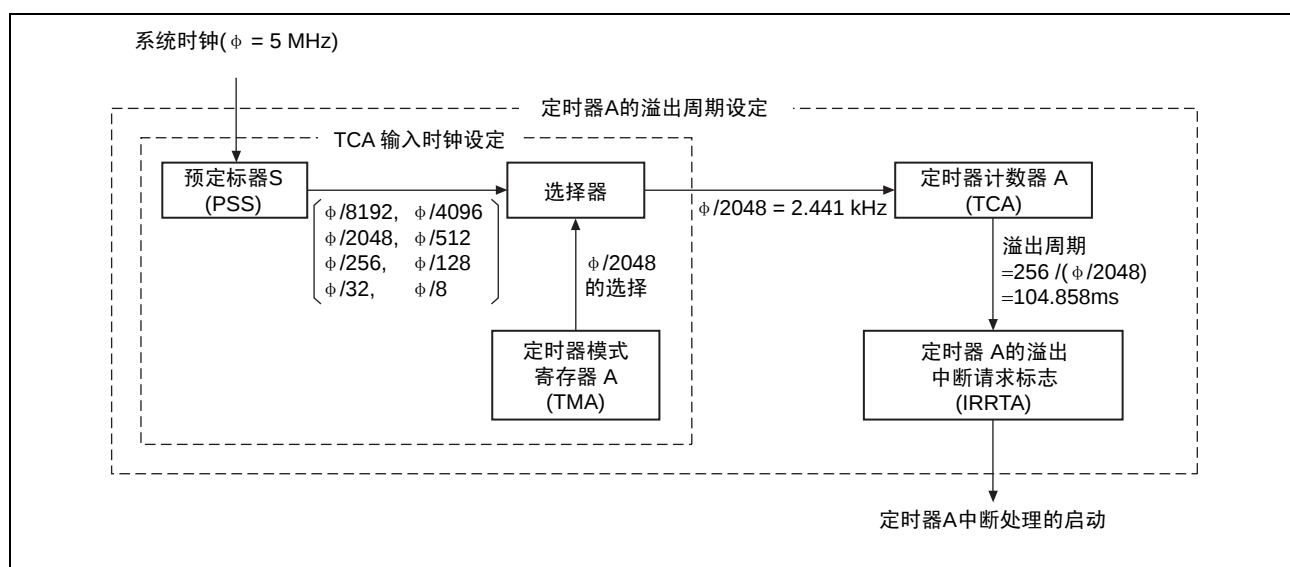

图 1 定时器 A 间隔功能的框图
- (1) 本例子使用定时器 A 的间隔功能进行 8 位计数器的累加计数。定时器 A 间隔功能的框图如图 1 所示，以下说明定时器 A 间隔功能的框图：